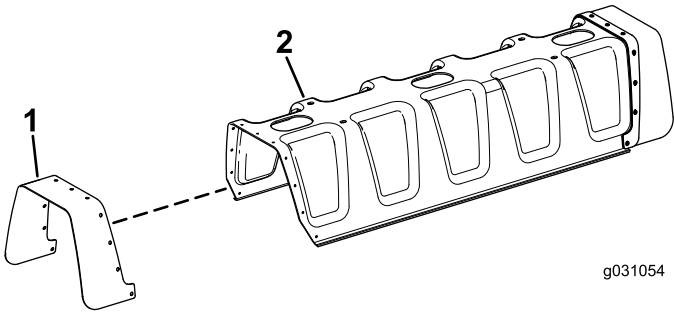

Figura 2
- 1. Alinhe os orifícios na cobertura de borracha com os orifícios na cobertura da rampa central (Figura 2).